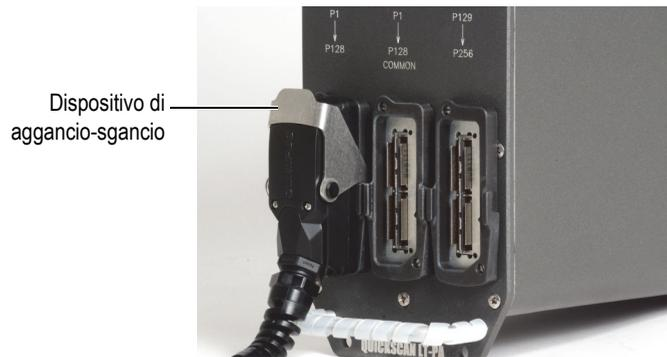

Figura A-3 Phased array - Dispositivo di aggancio-sgancio del nuovo connettore
3. Spingere il dispositivo di aggancio-sgancio per bloccare il connettore (vedi Figura A-3 alla pagina 79).
1. Sollevare il dispositivo di aggancio-sgancio per sbloccare il connettore (vedi Figura A-3 alla pagina 79).